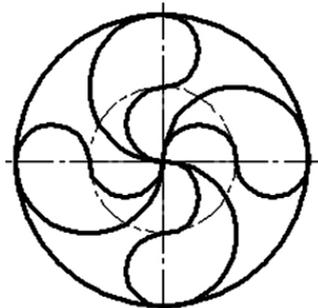

图 1-1-16
(3) 按照系统提示拾取元素，被拾取曲线变红，然后指定中心点，完成阵列。如图 1-1-16 所示。